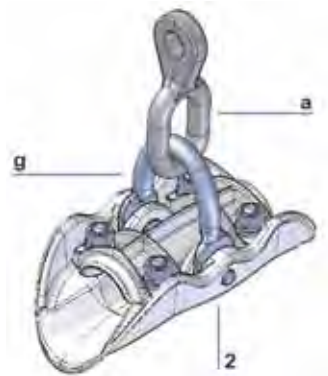

Figura 4
La introducción del concepto de grapa tipo poliarticulada consiste en anular o reducir al mínimo los esfuerzos secundarios originados en el conductor por los esfuerzos de flexión o de torsión, permitiendo que la grapa forme una curva de transición entre las catenarias adyacentes. El criterio principal de la grapa poliarticulada consiste en asimilar el punto de suspensión a un vínculo isostático, que se mantiene en equilibrio por efecto de la composición de las fuerzas activas (peso y tracción de los cables) y de la reacción de los aisladores. Un esquema de grapa poliarticulada se indica en la figura 4.
Como se aprecia en la figura 4, la articulación centrada (2), que pasa por el centro del conductor, elimina el brazo de palanca que puede originar esfuerzos de flexión en la boca de la grapa. Además, el centro de rotación de la grapa tiende a coincidir con el nodo de la onda de vibración, reduciendo también el momento de reacción inercial producido por las vibraciones. Por otra parte, la articulación entre el gancho (g) y la pieza intermedia (a) tiene por efecto una reducción considerable de la torsión del cable por acción del viento.